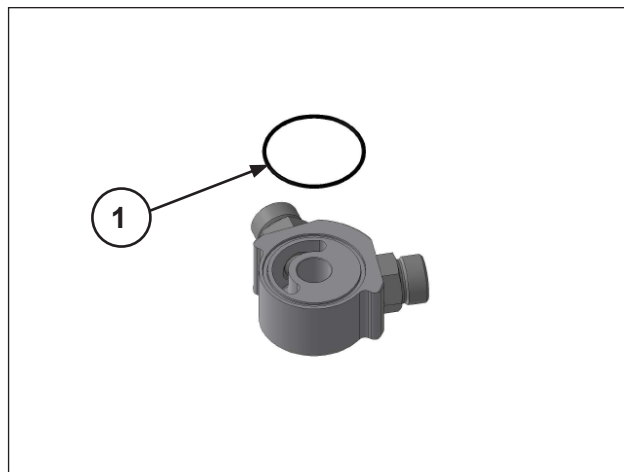

Fig. 129
Instale o conjunto do adaptador do resfriador de ar/óleo (pos. ①, Fig. 129) e calibre os parafusos com chave dinamométrica, conforme indicado no parágrafo 3.